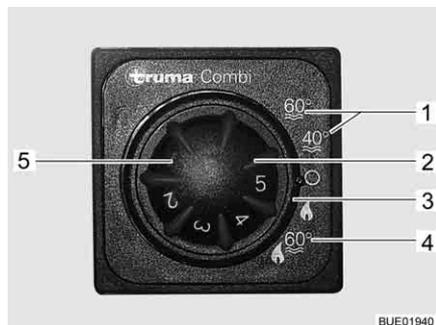

Bild 58 Kontrollenhet för värmesystem/varmvattenberedare
Varmvattenberedaren sätts igång på kontrollenheten (Bild 58) med vridströmställaren (Bild 58,3).
Vid vinter drift "värmesystem och varmvattenberedning" (Bild 58,4) värms även vattnet i varmvattenberedaren automatiskt när värmesystemet sätts på. Om värmesystemet stängs av för att den önskade rumstemperaturen är uppnådd fortsätter uppvärmningen i varmvattenberedaren tills vattentemperaturen uppnåtts.
Vid sommar drift (Bild 58,1) värms endast vattnet i varmvattenberedaren upp till 40 °C eller 60 °C. Vattnet värms upp till 60 °C på ca 25 minuter. Den gula kontrollampan (Bild 58,5) lyser under varmvattenberedarens uppvärmningsfas.
- Ställ vridströmställaren (Bild 58,3) på kontrollenheten (Bild 58) på "sommar drift" (Bild 58,1).
Den gula kontrollampan (Bild 58,5) lyser under uppvärmningsfasen. När den inställda vattentemperaturen är uppnådd är uppvärmningsfasen avslutad och den gula kontrollampan slocknar.
- Ställ vridströmställaren (Bild 58,3) på kontrollenheten (Bild 58) på "0".